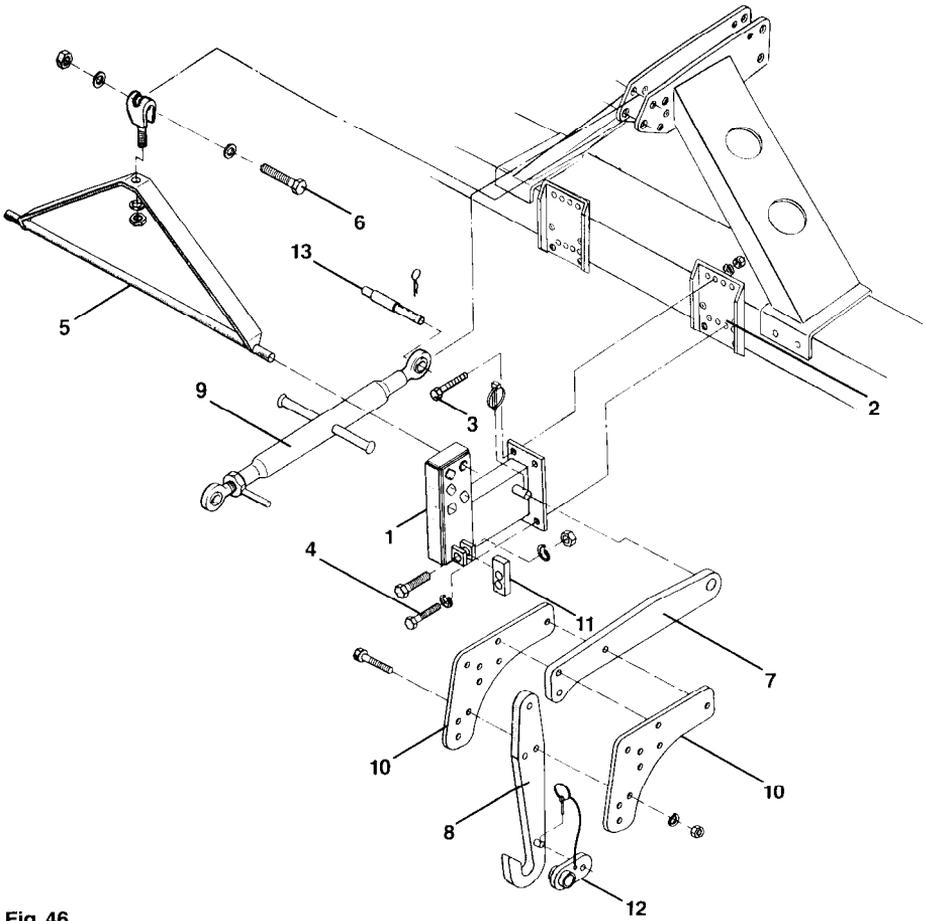

Fig. 46
- Fanghaken (Fig. 46/8) so anschrauben, daß die nachlaufende Sämaschine dicht hinter der Packerwalze befestigt werden kann, die Zähne der Packerwalze die Reifen der Sämaschine aber nicht berühren können. Dabei sind folgende Einstellungen möglich:
- Die Auflage (Fig. 46/11) ist so einzustellen, daß die Fanghaken die Unterlenkerzapfen der Sämaschine aufnehmen können.
- Mit den Fanghaken (Fig. 46/8) die Unterlenkerzapfen der Sämaschine einhängen, beidseitig die Sicherungslaschen (Fig. 46/12) über die Zapfen der Unterlenker schieben und mit den Klappsplintn sichern. Angekuppelt werden können Sämaschinen mit Unterlenkerkupplungselementen Kat. II.
- Oberlenker Kat. I (Fig. 46/9) am oberen Anlenkpunkt von Sämaschine und Bodenbearbeitungsgerät mit den Bolzen (Fig. 46/13) abstecken und Sämaschine gerade ausrichten.